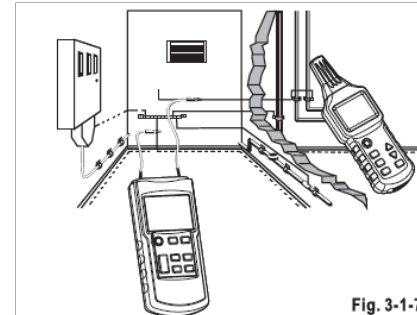
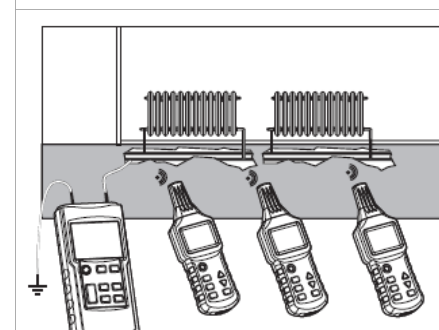

Fig. 3-1-7a
Fig. 3-1-7b
- Vyhledávání instalovaných vodovodních a topných potrubí znázorňují obrázky Fig 3-1-7a a Fig 3-1-7b: